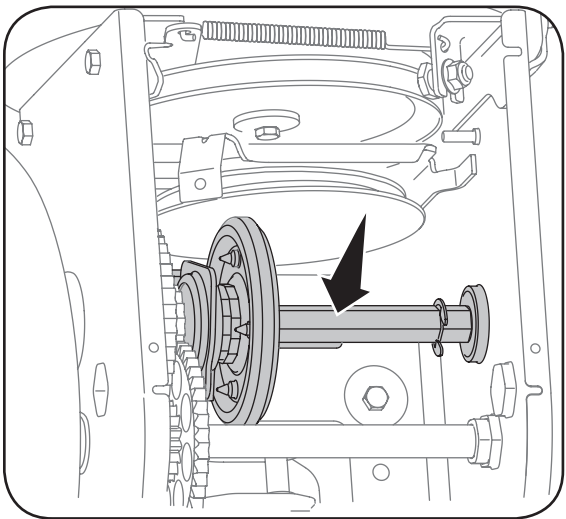

Figure 6-1
3. Appliquez une légère couche d'huile polyvalente toutes saisons sur l'arbre hex. Voir la Figure 6-1.